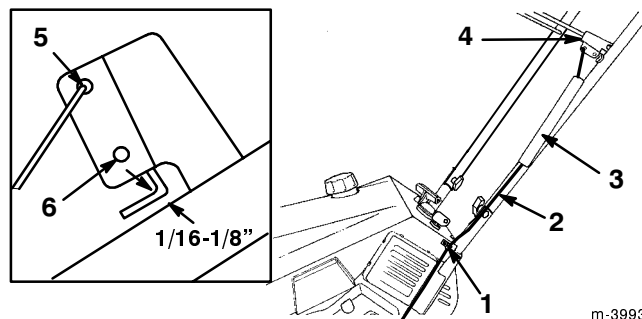

Figure 3
1. Faites passer le câble dans la boucle située du côté gauche de la machine (Fig. 3).
4. Placez la protection sur le ressort et le dispositif de réglage du câble, et poussez l'extrémité du ressort dans le trou à l'extrémité de la protection du ressort (Fig. 3).
5. Accrochez le ressort dans le trou supérieur du support de la barre de commande (Fig. 3).
7. Vérifiez que l'écart entre la barre de commande et le mancheron est compris entre 0,16 à 0,32 cm (voir l'encart de la Fig. 3). Pour modifier l'écartement, reportez-vous à la section *Réglage du câble de commande* page 15.